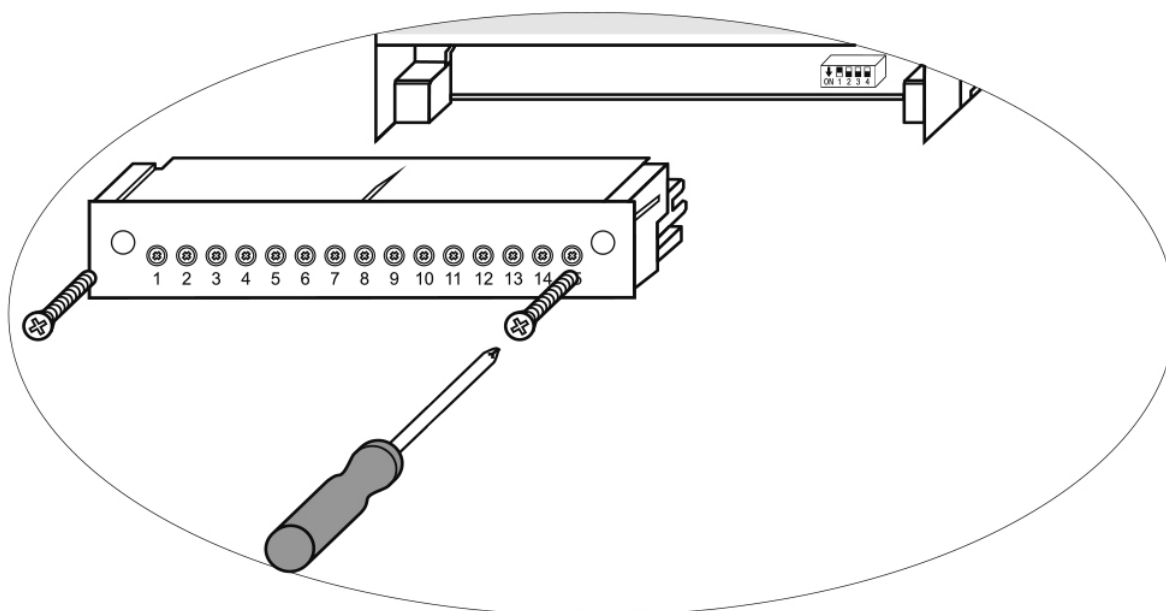

Fig. 59
- Dévisser les vis de fixation gauche et droite. Voir la figure 59.